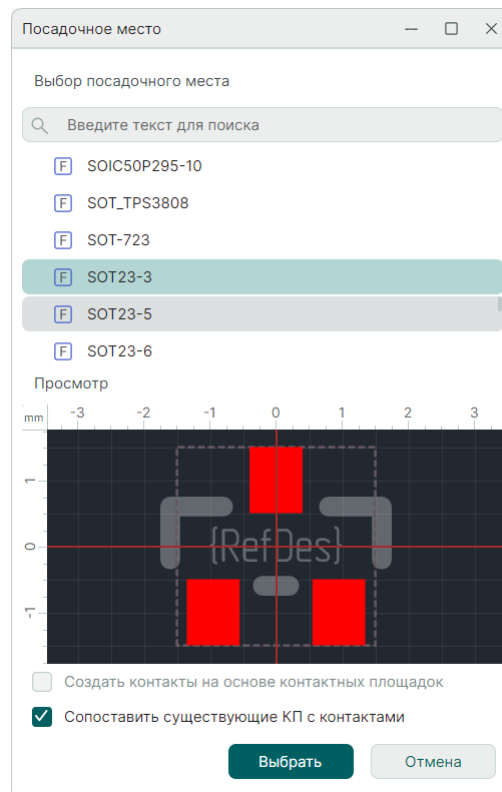

Рис. 239 Выбор библиотечного посадочного места
1. Выберите посадочное место из списка, см. Рис. 239.